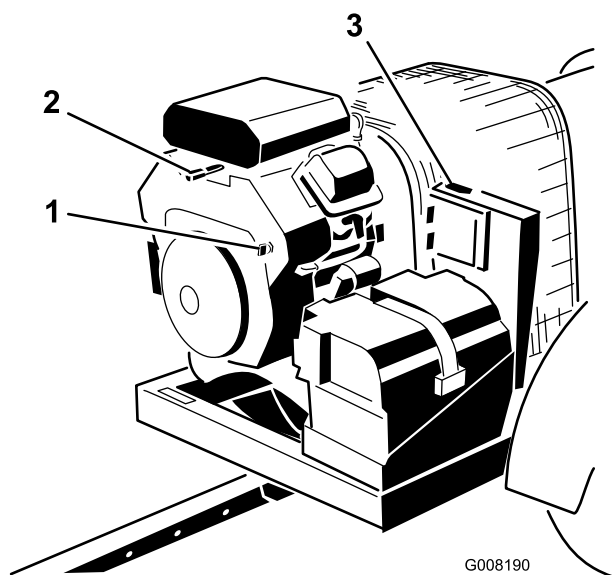

Figure 13
3. Tournez la clé de contact en position Démarrage puis relâchez-la pour qu'elle revienne rapidement en position Contact (Figure 13). Cela a pour effet de réveiller le récepteur.
4. En quittant la machine, tournez la clé en position d'arrêt avant de l'enlever (Figure 13).